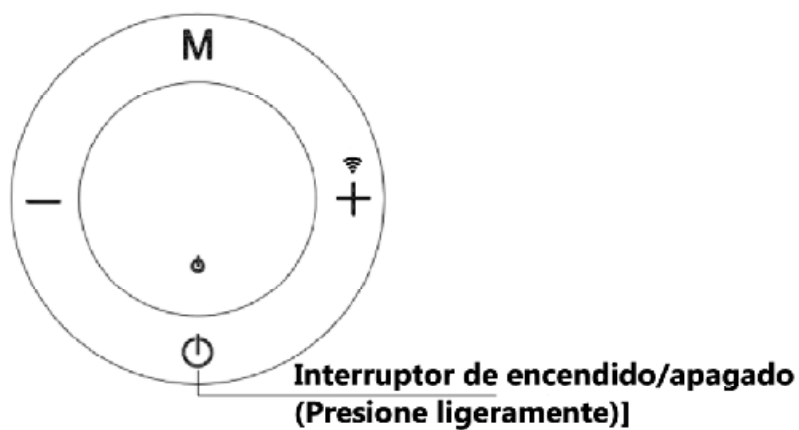
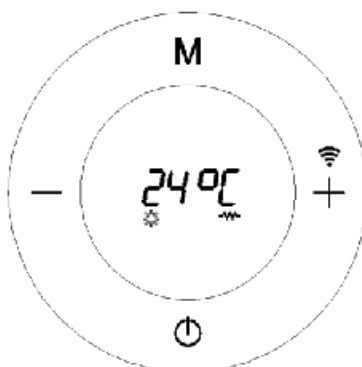
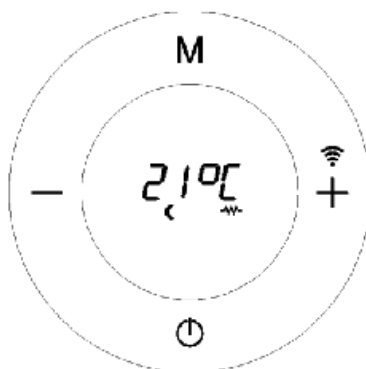
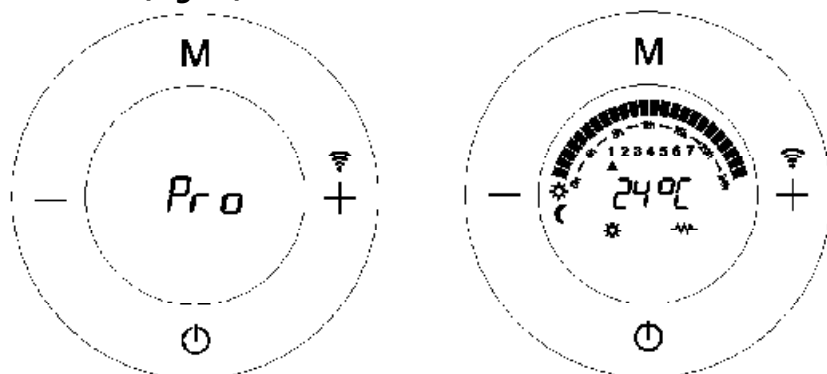

Fig.9
Fig.10
Fig.11
Fig.12
Presionamos  **(Fig 9)**, el aparato se encenderá y una de estas pantallas aparecerá en uno de los siguientes cuatro modos. **(Fig 10, Fig.11, Fig 12, Fig 12)**
1. Modo *Confort* (Fig.10)
2. Modo *Económico* (Fig.11)
2. Modo de programación: (Fig.12)